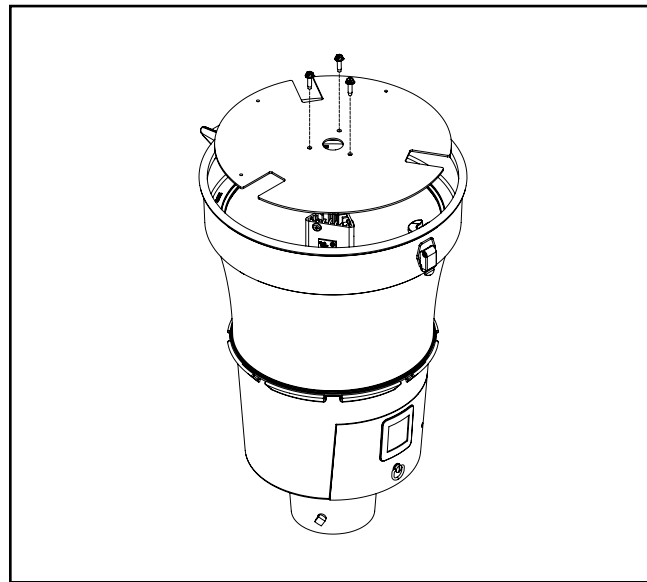

**Figura 7.**
4. Sujete el escudo lateral de la cubierta a la placa de cubierta con tres tornillos #8-32. (Figura 7)